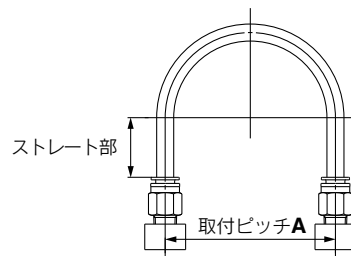

図1 推奨配管図
- ① ワンタッチ管継手に配管する際は、図1の推奨配管条件にて、チューブ長さに余裕を持った配管をお願いします。